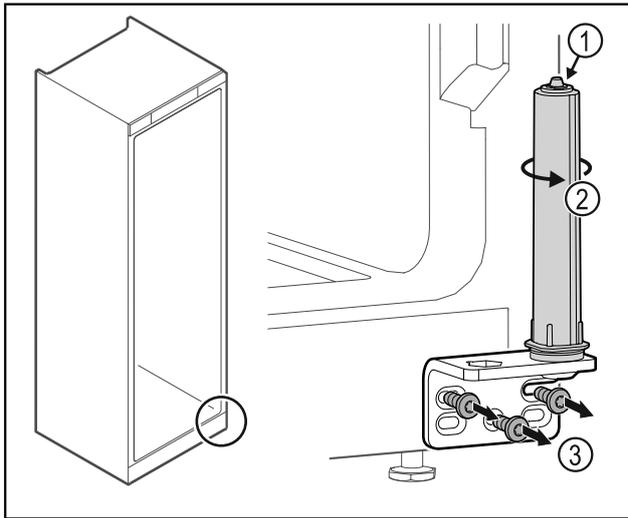

Fig. 35
- ▶ Türschließsystem nicht zerlegen Fig. 35 (1).
- ▶ Schließsystem Fig. 35 (2) drehen, bis es klickt.
- ▶ Scharnierwinkel Fig. 35 (3) abschrauben.